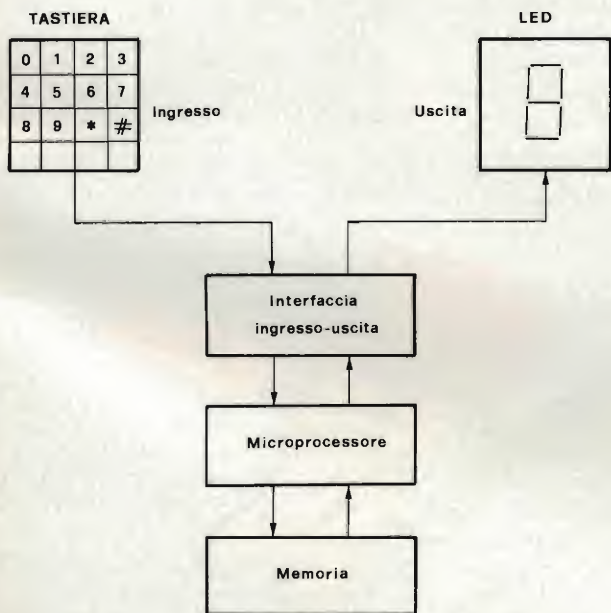

Fig. 3 - Elementi essenziali di un calcolatore tascabile.
**Fig. 3 - I circuiti integrati ibridi vengono impiegati nell'elettronica analogica e digitale.** In molti casi possono essere impiegati insieme a componenti discreti normali e a circuiti integrati monolitici.